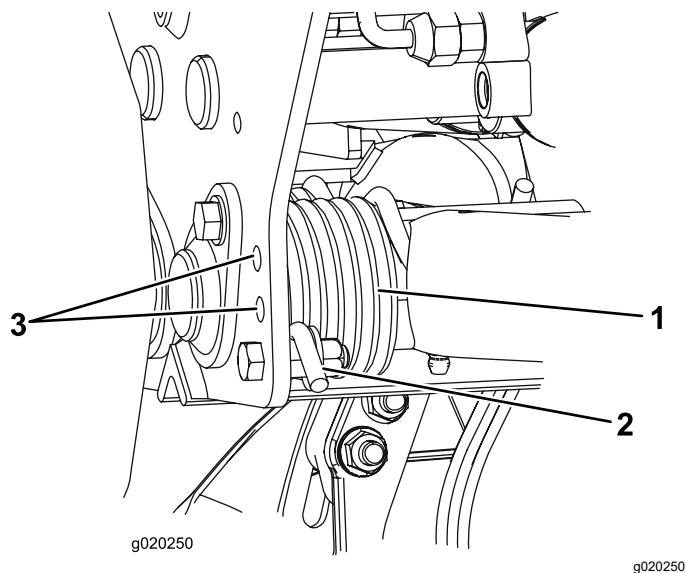

Figura 35
2. Infilate un tubo o un oggetto similare sull'estremità della molla lunga al fine di allentare la tensione della molla durante la messa a punto (Figura 35).
- Mentre allentate la tensione della molla, togliete il bullone e il dado di bloccaggio che fissano l'attuatore della molla alla staffa (Figura 35).